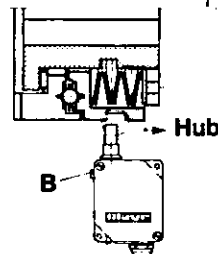

Bild 11
Der Schalterichtungspfeil am Gehäusedeckel des mechanischen Endschalters zeigt in Richtung Nachstellmutter, bzw. in Hubrichtung des Schaltteiles, Bild 10. Stellen Sie die Schalterabstände für den mechanischen und berührungsfreien Endschalter nach Bild 10, bzw. Bild 11 ein. Das axiale Maß 0,5 mm bzw. 1,5 mm (Abstand des Schaltteiles (3) vom Schaltpunkt) kann mit einer Sechskantschraube (A, Bild 10 bzw. B, Bild 11) fein einjustiert werden.